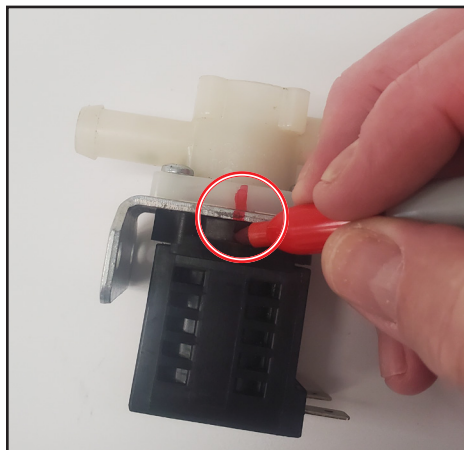

Abb. 1. Ziehen Sie eine Referenzlinie über alle Teile nach unten.
1. Ziehen Sie mit dem Zeichenwerkzeug eine Referenzlinie über alle Teile nach unten als Hilfe beim erneuten Zusammenbauen. Siehe Abb. 1.